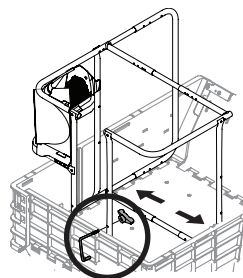

Figure 12
- Si nécessaire, adaptez la taille du cadre à celle de la remorque avec les tubes de réglage, en veillant à ce que les taquets s'engrènent bien dans les trous. Voir Figure 12.
- Le crochet sert à arrimer le cadre à la remorque. Passez sa tige filetée dans la partie avant gauche du cadre, puis faites reposer l'autre extrémité (celle avec le capuchon protecteur) sur la paroi externe de la remorque, et fixez le tout avec un boulon à oreilles, comme illustré à la Figure 12.